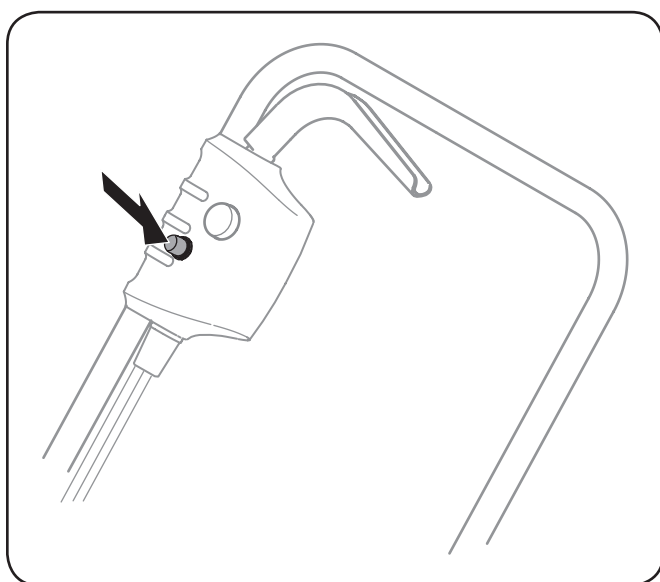

Figura 6-1
2. Para la reposición, debe oprimir hacia adentro el botón de reposición del disyuntor (que está en el conjunto del interruptor). Vea la Figura 6-1.